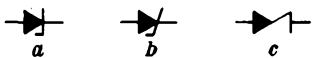

Bild 1. Schaltzeichen für die Zener-Diode. a) neuer internationaler Vorschlag, b) neuer deutscher Vorschlag, c) bisher in Deutschland benutztes Symbol
1. Dioden: In Bild 1 sind drei Schaltzeichen für die Zener-Diode festgehalten; a) entspricht der neuen internationalen Normung, b) ist ein deutscher Vorschlag für diese Normung und c) ist die Form, wie wir die Zener-Diode bisher meist in der deutschen technischen Literatur dargestellt finden. Die Zeitschrift Elektronorm (Bd. 14/1960, Heft 5) schlägt die Übernahme der neuen internationalen Norm für die Zener-Diode auch für Deutschland vor, denn die Änderung ist unerheblich – und das Symbol gemäß Bild 1c war international niemals anerkannt.